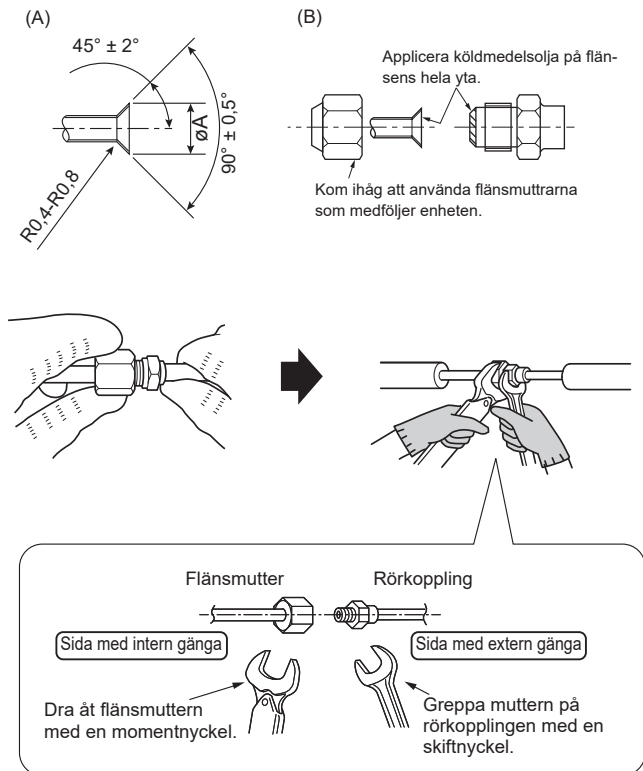

Fig. 5-1
5.2. Anslutningsrör (Fig. 5-1)